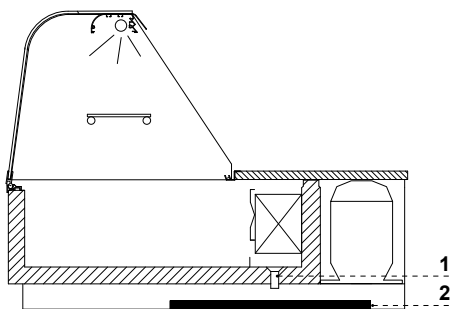

Abb.10 Kondenatfach (Betrifft die Modelle Typ „N“ und „N2“)
9. (Ausgeschlossen von „Z“) Den Tropfenbehälter oder das Brett unter den Schlauch für Wasserablass anbringen Abb.9 (S.27) oder Abb. 10 (S.28)